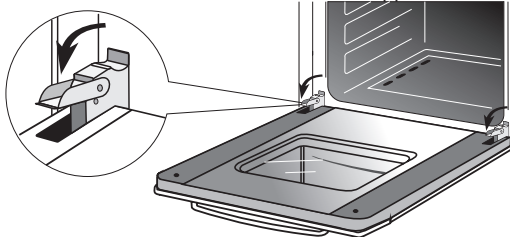

Рис. 13
- поднимите и поверните до упора стопорные рычаги, расположенные на двух шарнирах (рис. 13);